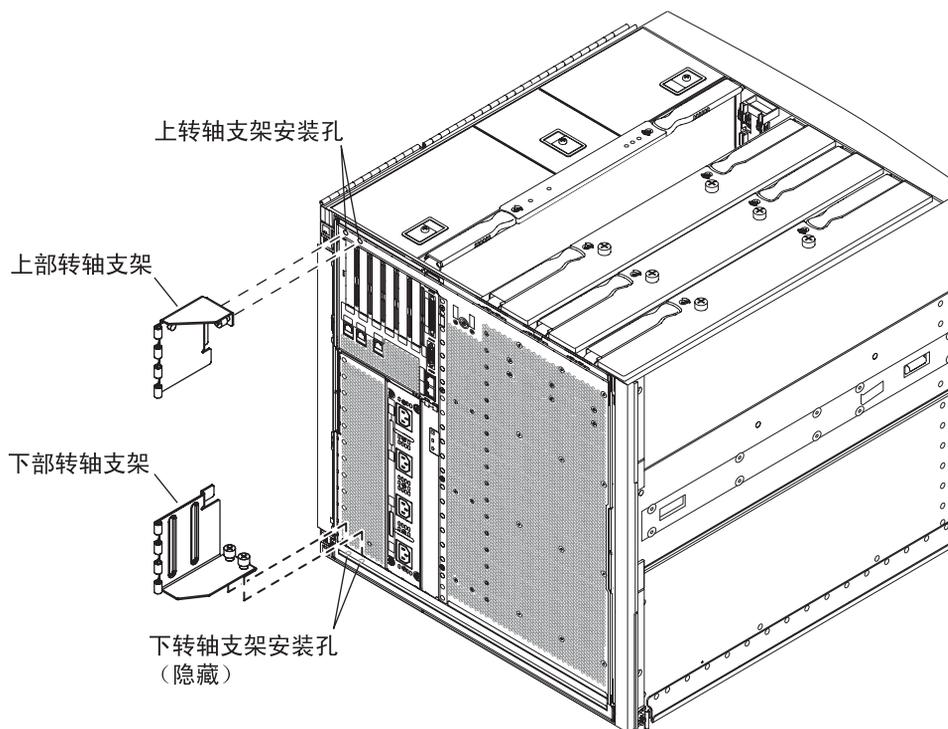
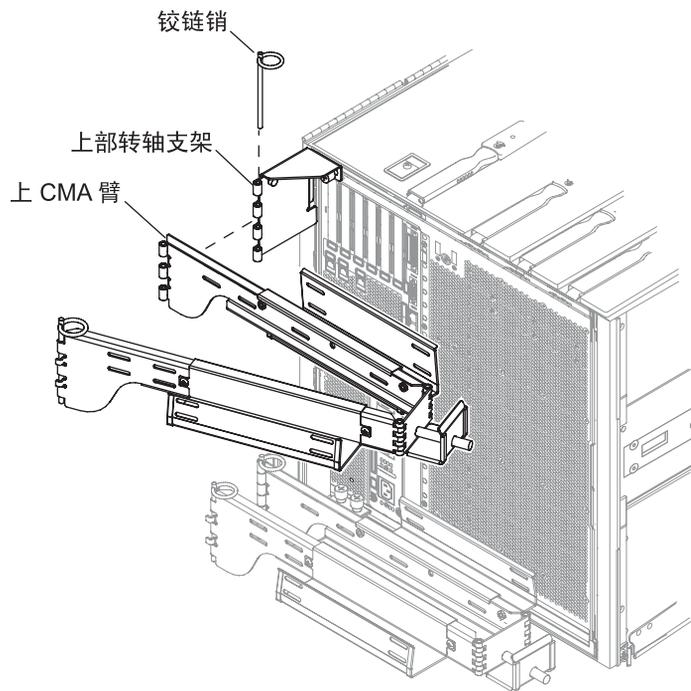
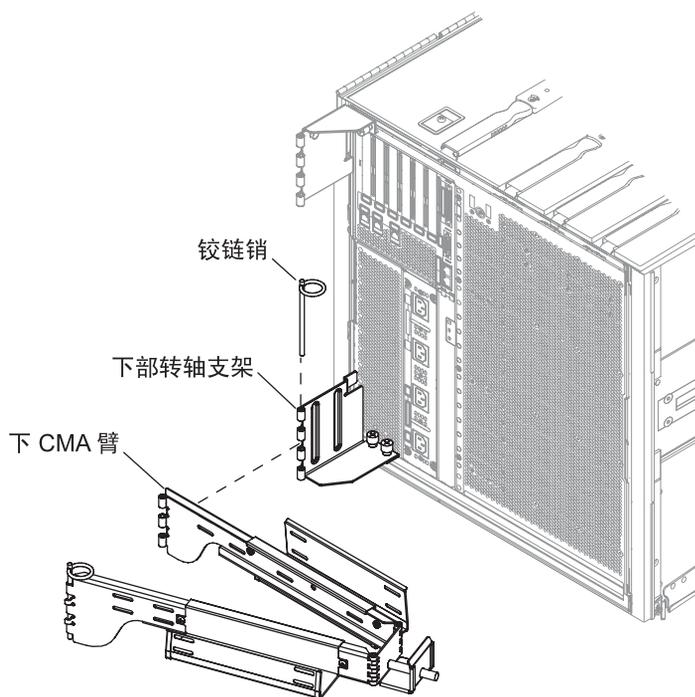

图 1-20 上/下转轴支架安装孔
图 1-21 安装上 CMA 臂和转轴支架
图 1-22 安装下 CMA 臂和转轴支架
2. 使用两颗自持螺丝将转轴支架固定到服务器底盘左上侧。请参见图 1-20 和图 1-21。
4. 使用两颗自持螺丝将转轴支架固定到服务器底盘左下侧。请参见图 1-20 和图 1-22。